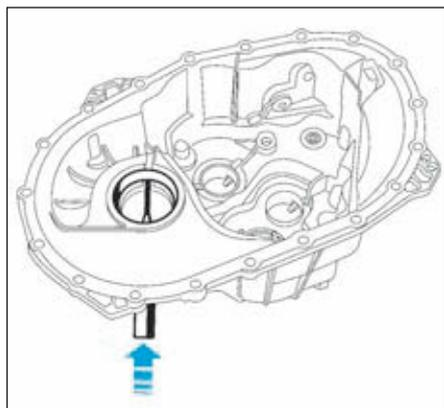

FIG.41
- Déposer la cuvette du roulement de différentiel à l'aide d'un chasse goupille (Fig.41).